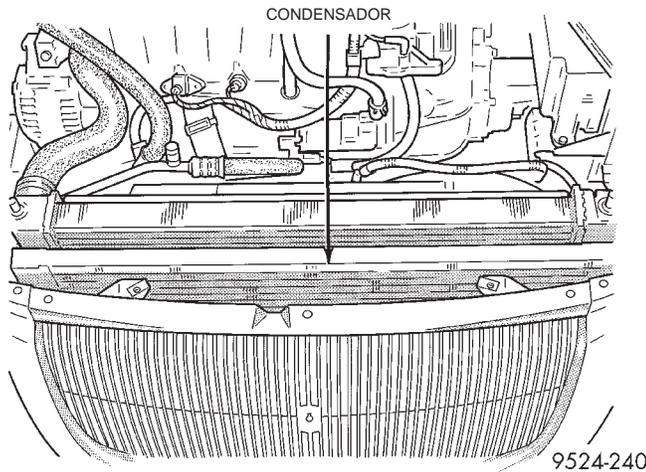

Fig. 27 Desmontaje del condensador
- (9) Eleve el condensador para retirarlo del vehículo (Fig. 27).